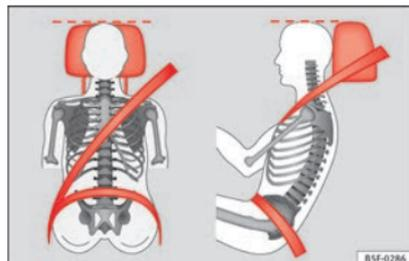

Fig. 85 Poggiatesta posizionato correttamente, vista frontale e laterale.
- Regolare il poggiatesta portandone il bordo superiore alla stessa altezza della parte superiore della testa, almeno all'altezza degli occhi »» fig. 85.